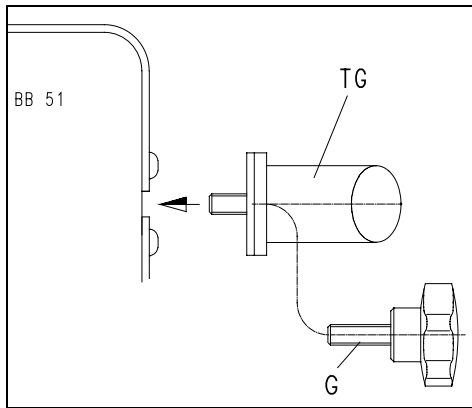

Fig. 8
- Enroscar os parafusos com pega **G** juntamente com a pega de transporte **TG** nos furos roscados superiores livres, ver seta na **Fig. 8**, e apertá-los bem.